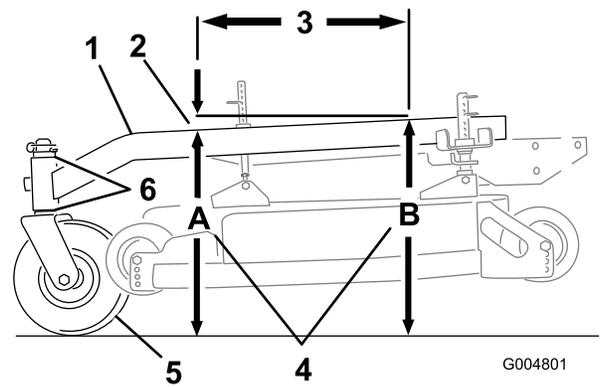

Bild 56
2. Messen Sie die Höhe des Trägerrahmens an Stelle **A** (Bild 56).
3. Messen Sie die Höhe des Trägerrahmens an Stelle **B** (Bild 56).
4. Die Höhe an Stelle **A** muss 3 mm bis 10 mm niedriger als an Stelle **B** sein (Bild 56).
5. Wenn der Trägerrahmen falsch eingestellt ist, versetzen Sie die Distanzstücke an den Laufrädern, bis eine Neigung von 3 mm bis 10 mm besteht (Bild 56).
Der Trägerrahmen muss über die Länge von 61 cm eine Neigung von 3 mm bis 9 mm haben (Bild 56).
1. Messen Sie eine Länge von 61 cm auf dem Trägerrahmen (Bild 56).